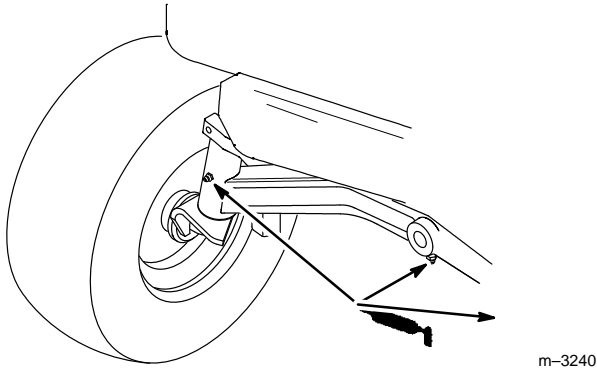

Abbildung 35
1. Den linken und rechten Achszapfen schmieren, bis das Fett beginnt, aus den Lagern auszutreten (Abb. 35).
2. Den vorderen Achsschenkel schmieren (Abb. 35).